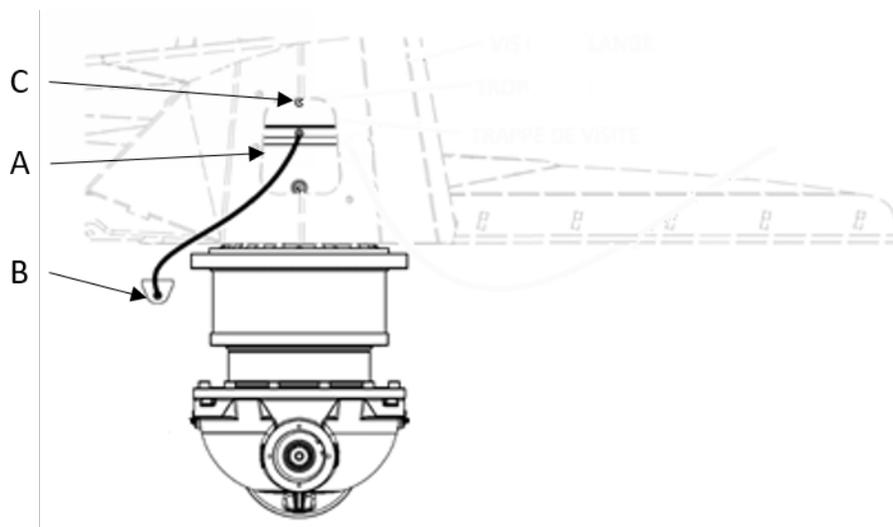

Figure 53 — Graissage des planétaires
1. Retirez la trappe de visite (repère A, Figure 53).
2. Trouvez le port de graissage sous le réservoir d'huile (repère B, Figure 53).
3. Graissez le planétaire jusqu'à ce que de la graisse sorte par le trop-plein (repère C, Figure 53).